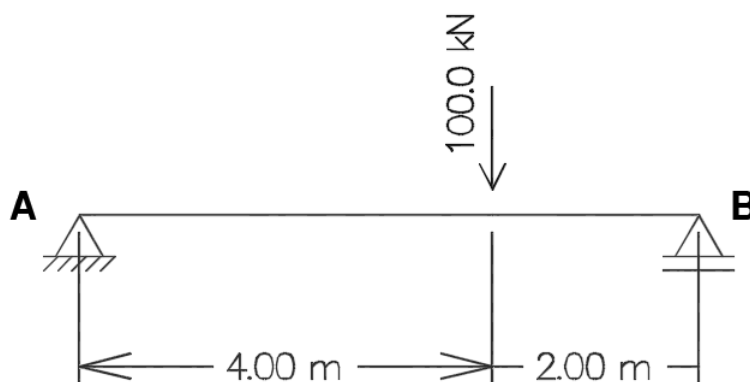

Figura 1 – Estrutura de viga biapoiada.
26) A viga apresentada na Figura 1 possui 6 metros de comprimento, está solicitada de acordo com o carregamento indicado e é apoiada com apoios de segunda e primeira ordem, em A e B, respectivamente.